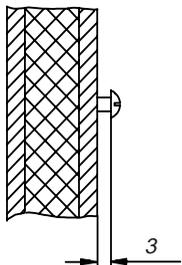

Рис. 10.1
2. Вкрутите один их шурупов в верхнее среднее крепежное отверстие (Рис.9). На этот шуруп навешивается контроллер. Поэтому шуруп должен выступать приблизительно на 3 мм (Рис. 10.1).